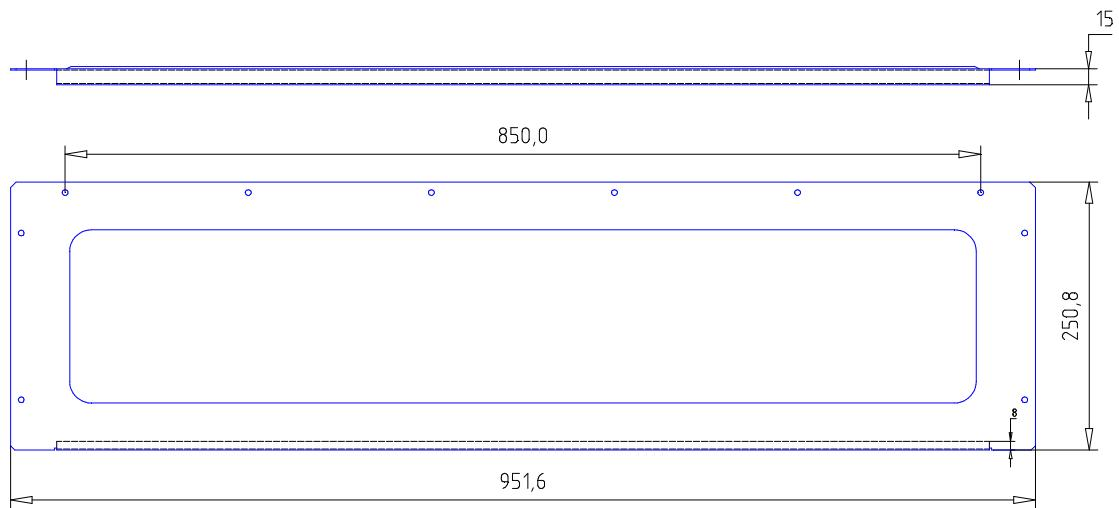
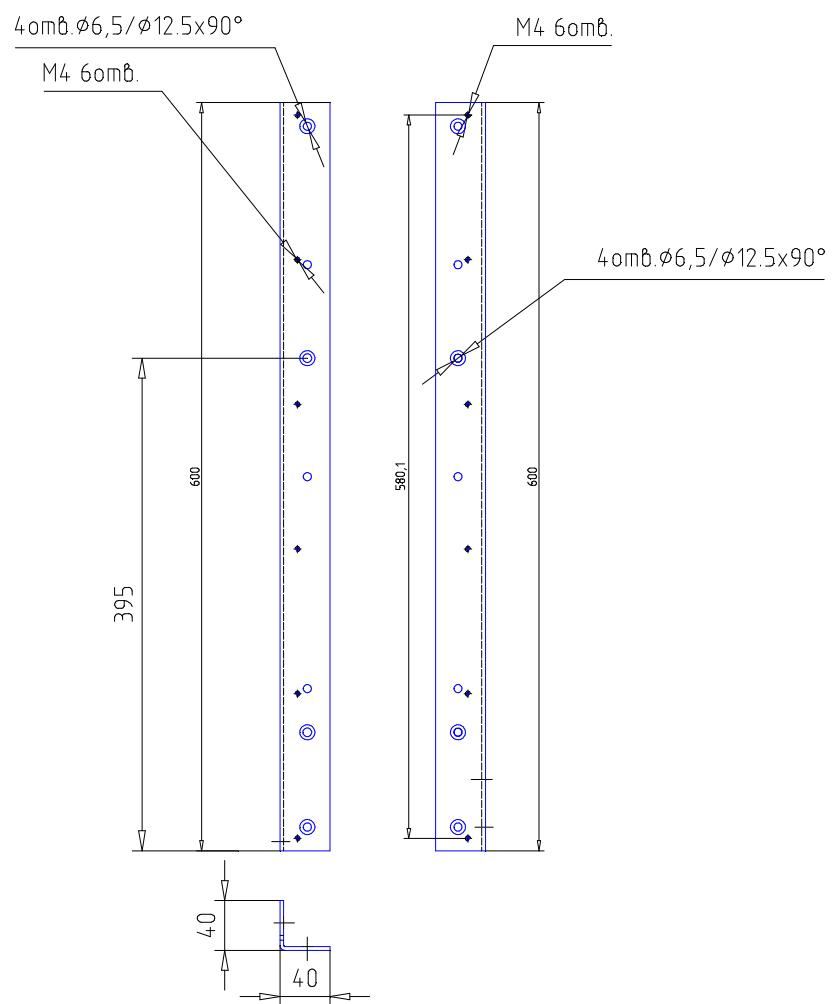
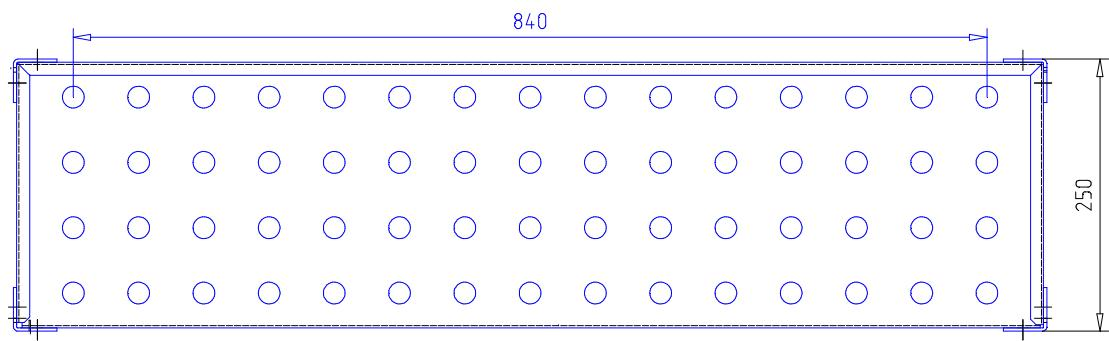

Рисунок 3.1 – Батарейный стеллаж Штиль MBS-01. Крышка верхняя
Рисунок 3.5 – Батарейный стеллаж Штиль MBS-01. Стойка задняя
Рисунок 3.6 – Батарейный стеллаж Штиль MBS-01. Полка
4.2 Соединить винтами M6*16 полки изделия (рисунок 3.6) со стойками задними (рисунок 3.5).
4.3 Соединить винтами M6*16 полки изделия (рисунок 3.6) со стойками передними (рисунок 3.3).
4.6 Закрепить винтами M4*6 верхнюю крышку изделия (рисунок 3.1) на стойках (рисунок 3.5 и 3.6)